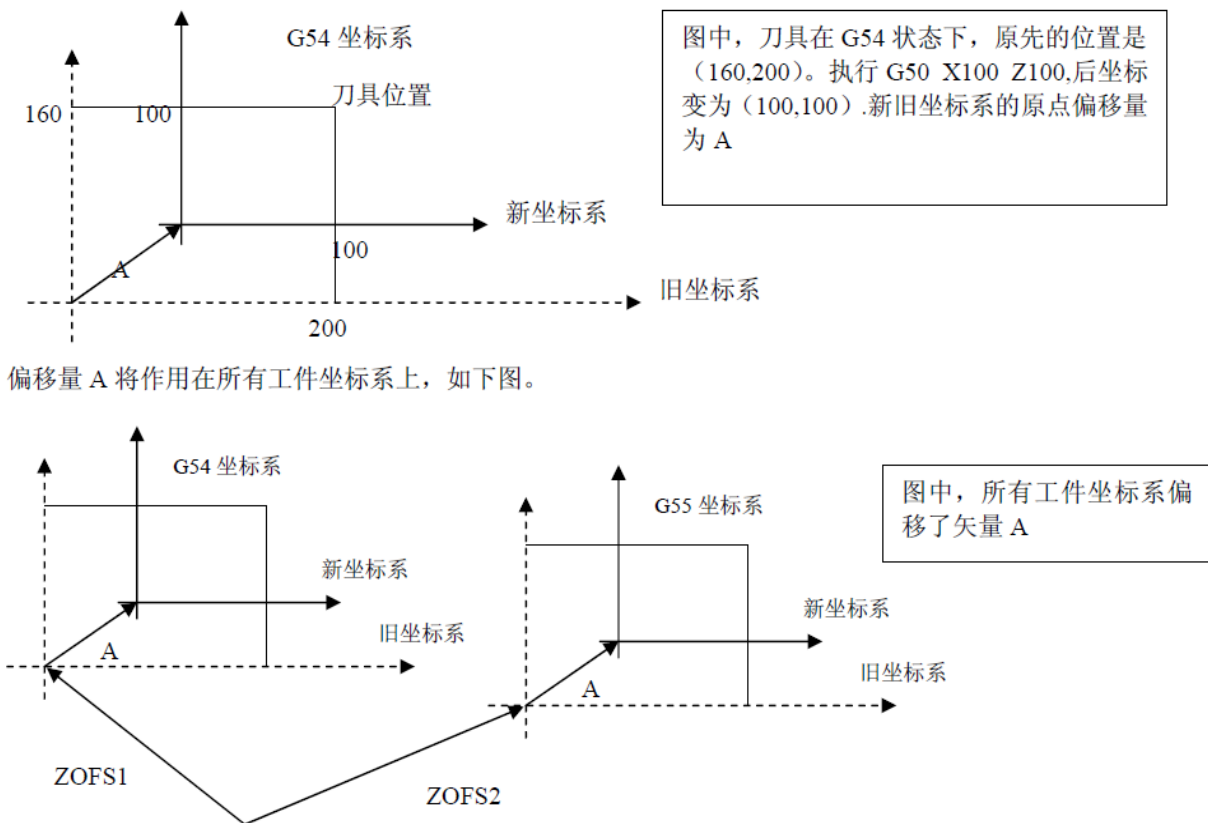

图 4-20
- 若执行了 G50 设定坐标系，将修改当前工件坐标系的原点。如此，G50 设定的新坐标系与原来当前的坐标系的原点存在一个偏移量。这个偏移量加在所有工件原点的偏移值上，即所有工件坐标系都移动了相同的值。如图 4-20 所示。